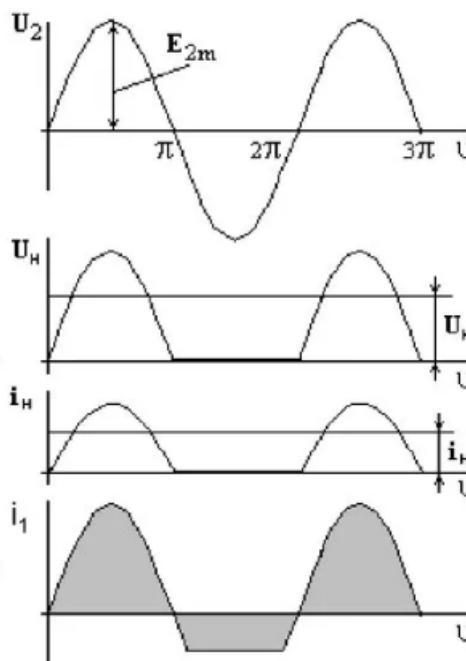

рис. 6.3
**Задание:** используя учебник «Руководство по эксплуатации электровоз ВЛ-85» Б.А. Тушканов глава 6 & 6.1 стр 114 выполнить реферат по теме «Выпрямление переменного электрического тока», выполнить эскиз рис. 6.3